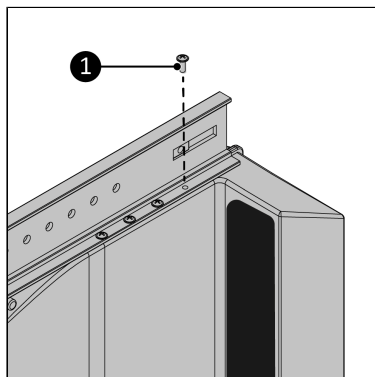

Figure 183.
- Vissez le rail principal sur le Way-out au moyen des huit vis 3,5 x 12 mm (Figure 183, pos. 1). Assurez-vous que tous les trous de vis correspondent.